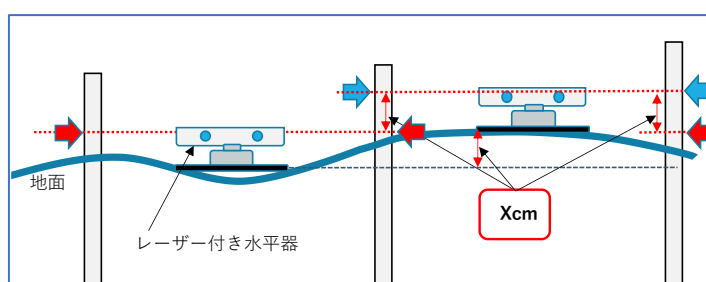

図 7-3 レーザー付き水平器を移動させる場合
**A6** 杭が遠い場合は、レーザー付き水平器を移動しながら印を付けます。移動の際は、地面の高低があるので、図のように一部の杭を重複させ、相対的な高さを修正しながら、印を付けます (図 7-3)。